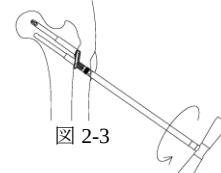

図 2-3
- パラレル T レンチを用いてスライディング SB を抜去します。(図 2-3)